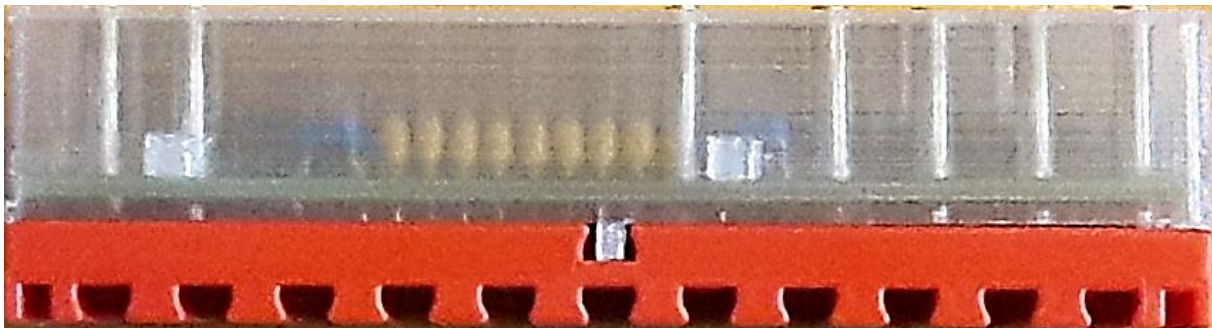

Abb. 5: Elektronikmodul auf einer Grundplatte 90 · 30 mm von fischertechnik
- Die Verbindung zur Fischertechnik-Welt erfolgt über eine Grundplatte 90 · 30 mm und mit Bundhülsen für die Stecker – damit lassen sich die Module sehr leicht in jedes Modell integrieren (Abb. 5).